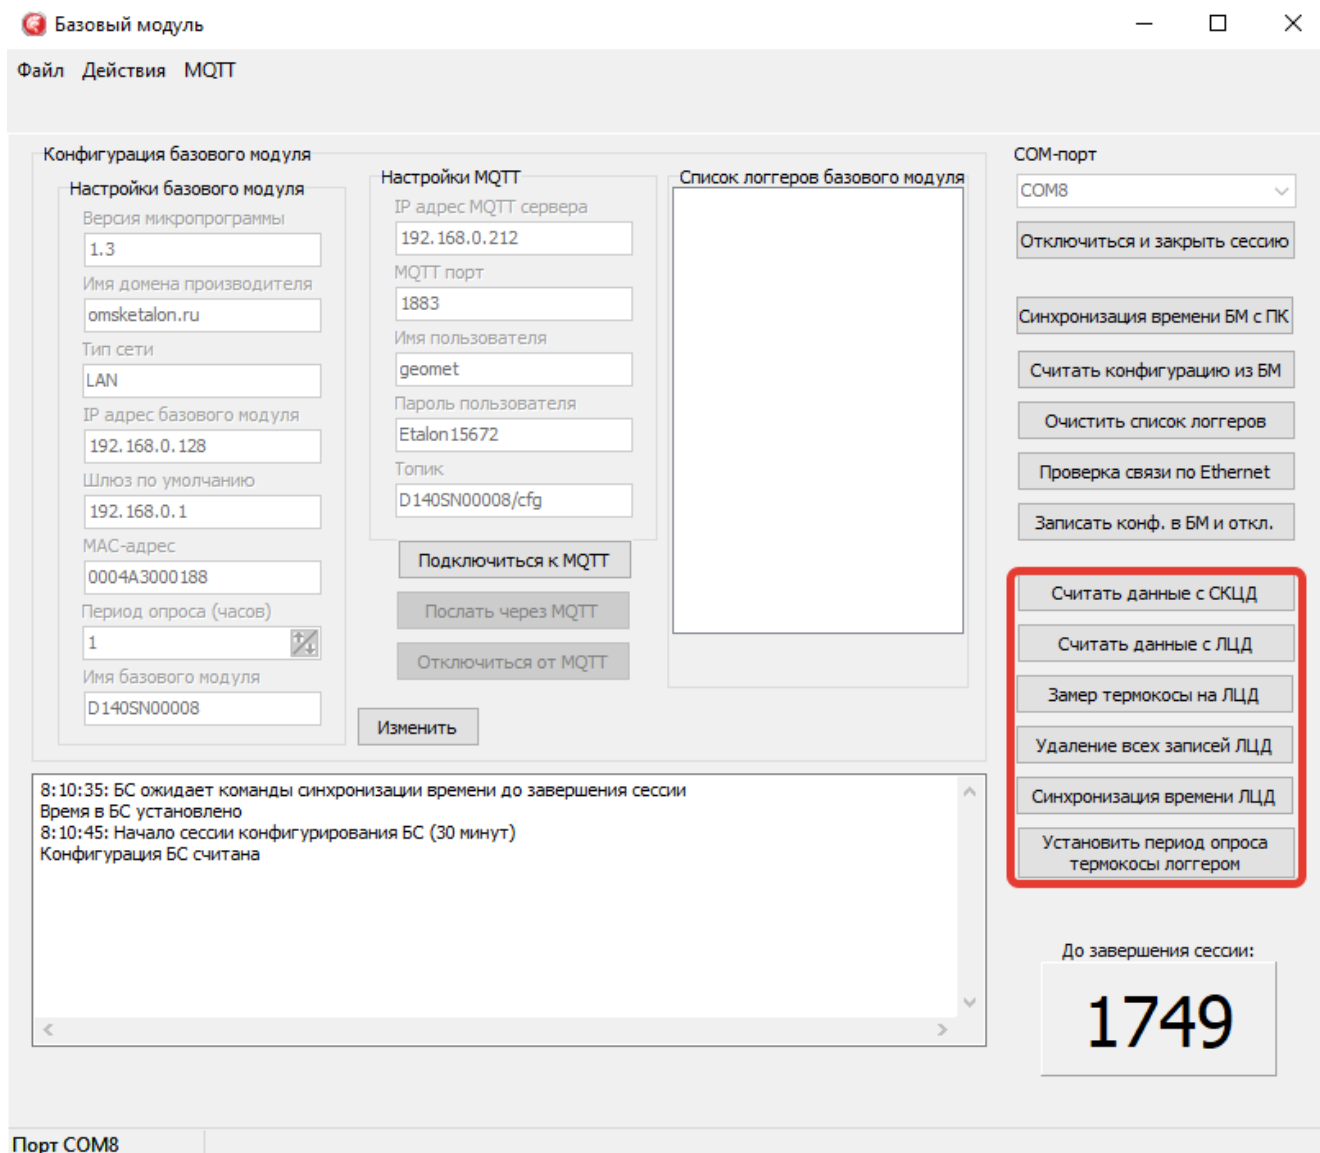

Рисунок 7
2.5.2.14 Так же ПО «VMservice» позволяет проводить опрос и настройку в ручном режиме подключенных к ШСПД логов и СКЦД (рисунок 7).